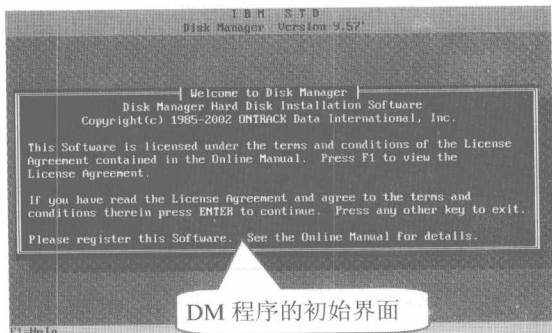

图 8-4 DM 程序的初始界面
步骤① 使用带有 DM 程序的启动盘引导电脑，然后运行 DM 程序，此时需要等待一段时间，稍后便会出现 DM 程序的初始界面，如图 8-4 所示。